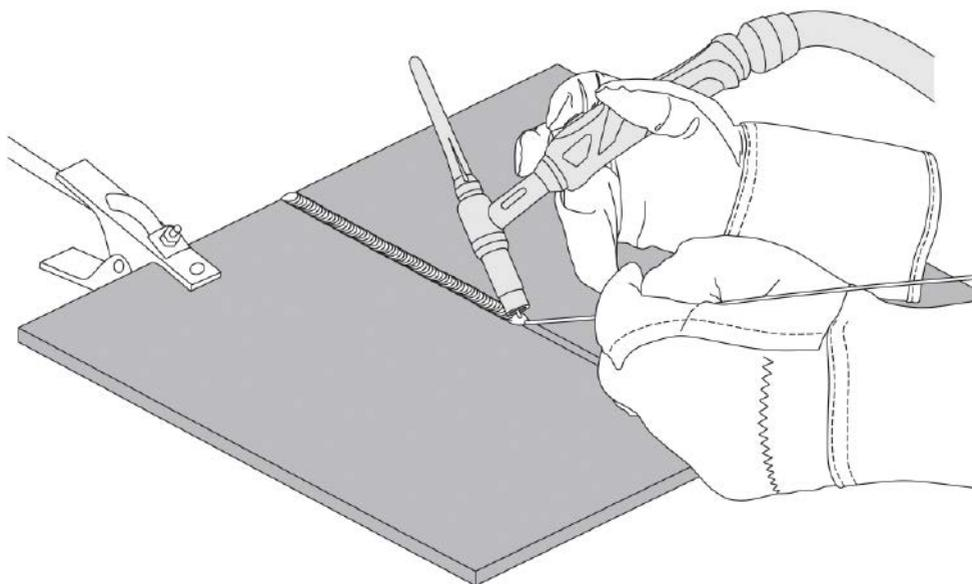

Рис. 11.1.1. Перед началом работы.
7. Начинайте сварочный процесс (см. рис. 11.1.1).
Перед началом работы не забудьте проверить следующее (см. рис. 11.1.1).